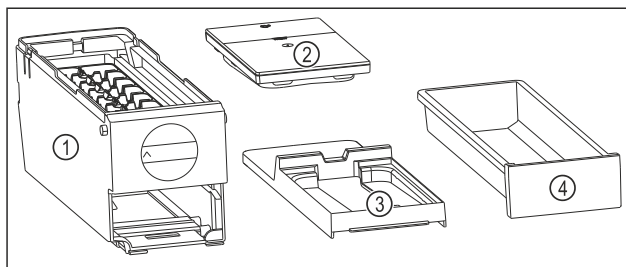

Fig. 185 Součásti EasyTwist-Ice
- ▶ EasyTwist-Ice je rozebrán na čtyři části. (viz Fig. 185)
- ▶ EasyTwist-Ice rozebírejte pouze na zobrazené součásti. (viz Fig. 185)
- ▶ Korpus EasyTwist-Ice Fig. 185 (1) vyčistěte jako celek.